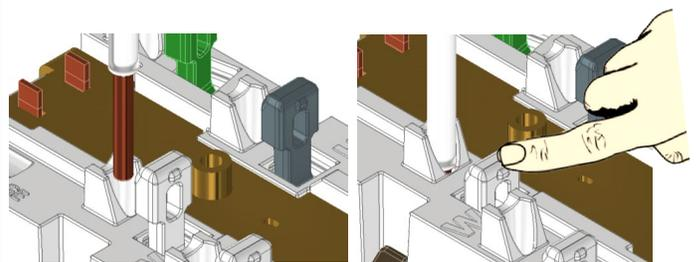

Fig. 7
- Inserte los conductores en las cámaras de cableado correspondientes de acuerdo con la Tabla 1. Consulte la Fig. 7.